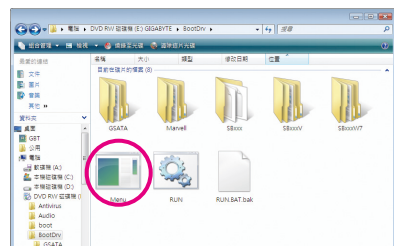
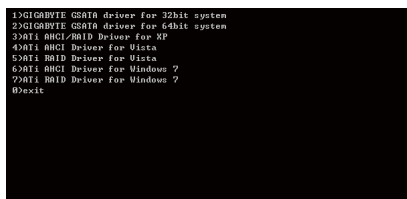

图 2
图 3
- 2: 进入光盘中「BootDrv」文件夹，双击「Menu.exe」文件(图2)后会出现「命令提示字符」画面，内含如图3的控制器选单。
以图3的选单为例，若要安装Windows XP操作系统，请选择「3) ATi AHCI/RAID Driver for XP」。